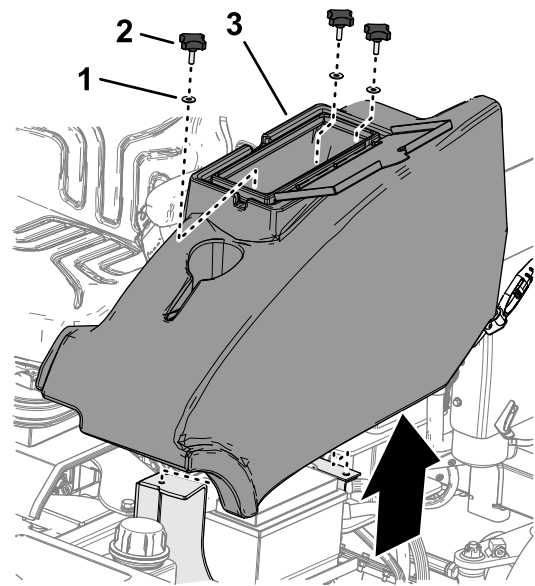

Bild 1
1. Öffnen Sie auf der linken Seite der Bedienerplattform die Klappe zum Ablagefach (Bild 1).
2. Entfernen Sie die drei Handräder und die drei Unterlegscheiben, mit denen das Ablagefach an der Maschine befestigt ist, und nehmen Sie das Ablagefach heraus (Bild 1).